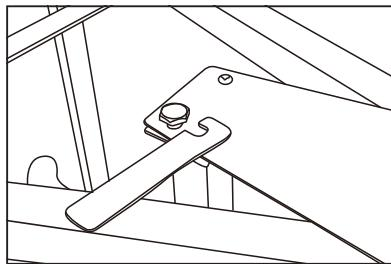

рис.3
- При помощи болтов M5x12мм и M5x12мм, шайб 5x0.8 и гаек M6xP1.0 прикрепите поперечную стяжку каркаса рабочего стола к вертикальным опорам станины верстака [см. рис.3]